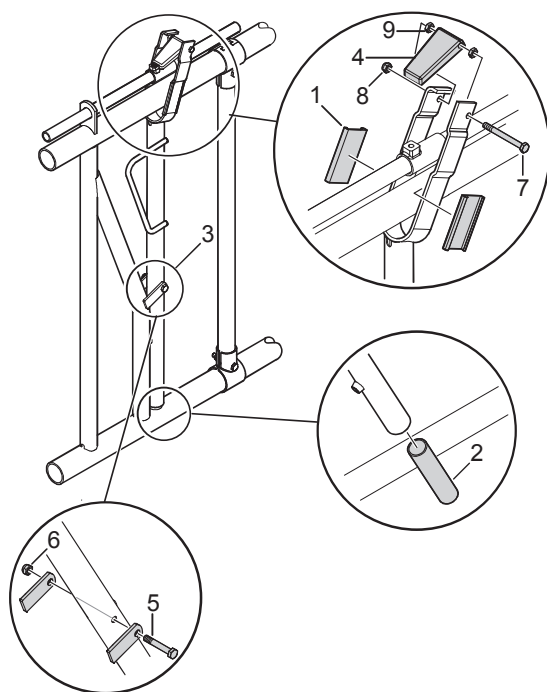

Fig. 23: Montering av det dreibare røret.
1. Monter plastdelene (1) på sidene av det dreibare røret, se Fig. 23.
2. Sett inn transponderbeskyttelsesrøret (2) i det dreibare røret, se Fig. 23.
3. Koble til det dreibare røret (3) ved svingpunktet, se Fig. 23. Bruk:
- 1x sekskantskrue M8 x 50 mm, HDG (5)
- 1x låsemutter M8 A2 (6)
4. Fest sperren (4) mellom gaffeldelene i det dreibare røret, se Fig. 23. Bruk:
- 1x sekskantskrue M8 x 90 mm, HDG (7)
- 1x låsemutter M8 A2 (8)
- 2x muttere M10 (9)
- 1x blå plastsperre (4)